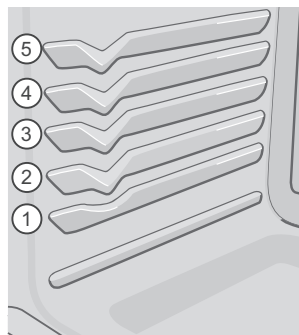

Figure 7 : Positions des grilles
- Pour obtenir de meilleurs résultats lorsque vous utilisez deux grilles pour la cuisson de gâteaux, placez ces dernières aux positions 2 et 4 (voir figure 7).